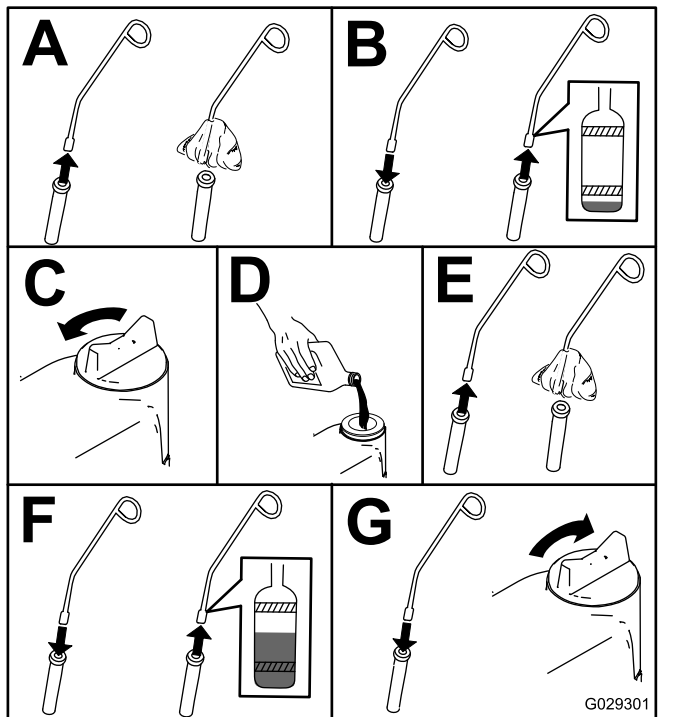

Figura 48
3. Compruebe el nivel de aceite del motor, tal y como se muestra en la Figura 48.